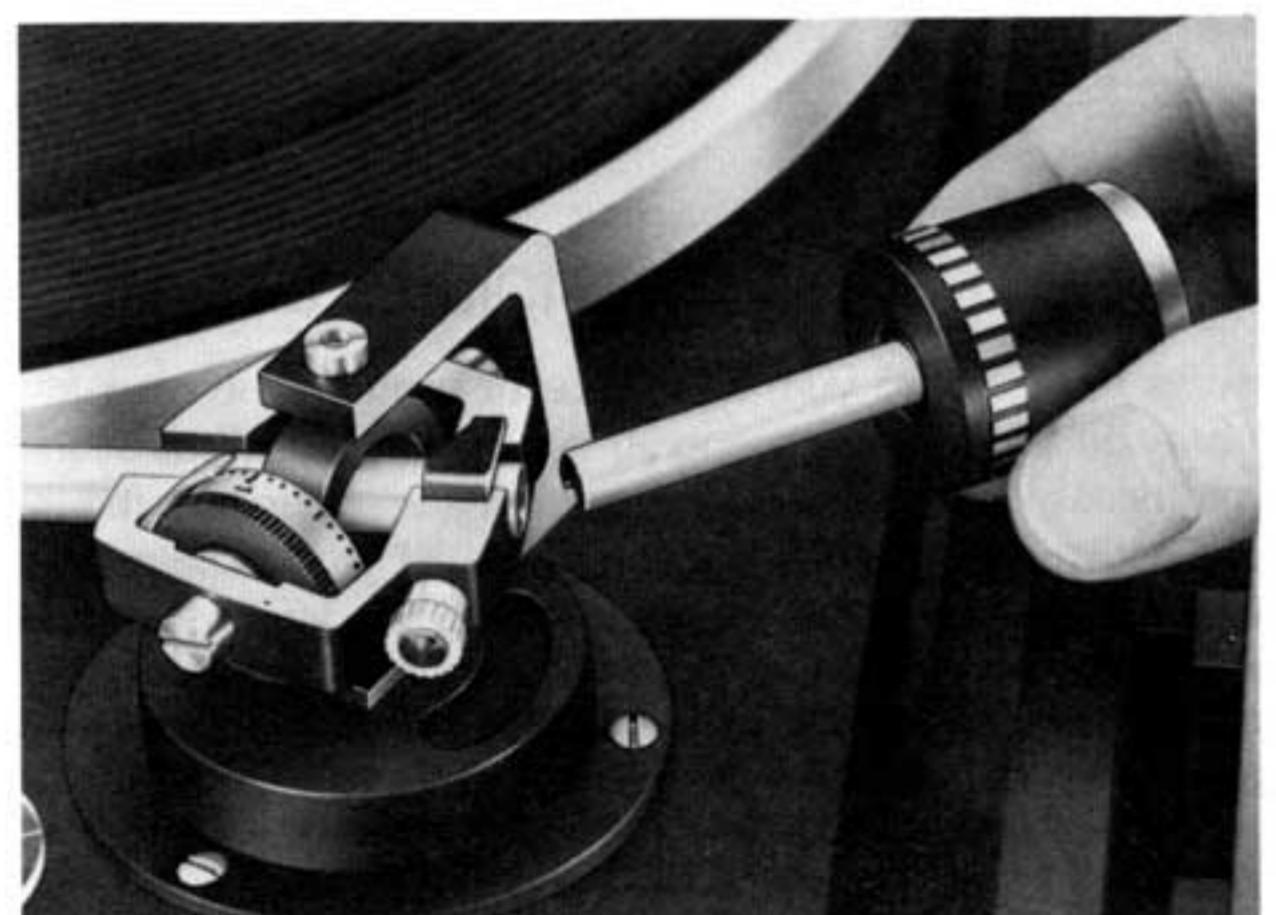

Fig. 3
Nehmen Sie bitte das Tonarm-Balancegewicht aus dem Styroporeinsatz und stecken Sie den Dorn des Balancegewichtes, nach Lösen der Feststellschraube (9), in die dafür vorgesehene Öffnung am hinteren Ende des Tonarms. Die dreikantförmige Aussparung am Dorn muß dabei nach unten zeigen (Fig. 3).
Take the tonearm counterbalance out of its styrofoam insert. Loosen the setscrew (9) at the rear of the tonearm, and insert the shaft of the counterbalance in the opening provided for this purpose. The triangular-shaped notch of the shaft must point in downward direction (Fig. 3).
Retirez le contrepoids (9) du bras de l'emballege de styrpor, et introduisez la tige du contre-poids, après avoir desserré la vis de blocage, dans l'ouverture prévue à cet effet à l'extrémité arrière du bras de lecture. L'encoche triangulaire de la tige doit alors être tournée vers le bas (Fig. 3).
Steek de doorn van het gewicht, na losmaken van de borgingsschroef (9) achter de naalddruk-instelling-, achter in de toonarm. De uitsparing in de doorn moet aan de onderzijde zitten (fig. 3).